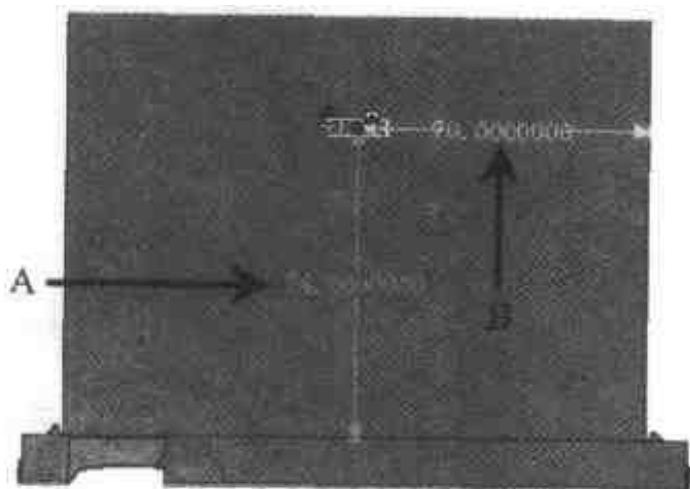

图 4.39 用智能标注定位孔的位置
- (1) 调整视图到底面正视图。从右侧【钣金】设计元素库中向底面中心拖入一个【散热孔】图素, 结果如图 4.39 所示。右击数字 A 后将 74 改为 24, 右击数字 B 后将 70 改为 20。